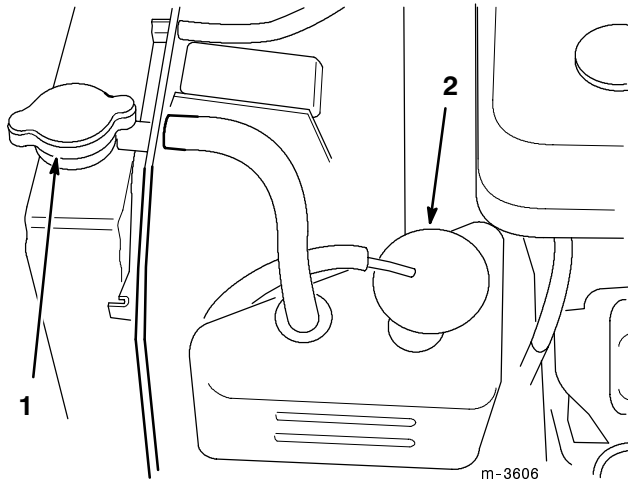

Abbildung 30
2. Den Kühlerdeckel und den Reservetankdeckel abnehmen (Abb. 30).